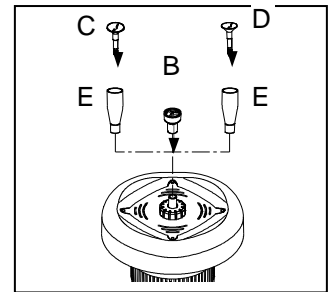

Fig. 1
1. Escoja una cabeza de fuente para el efecto deseado de agua, y ensamble su elección como se muestra en Fig. 1.